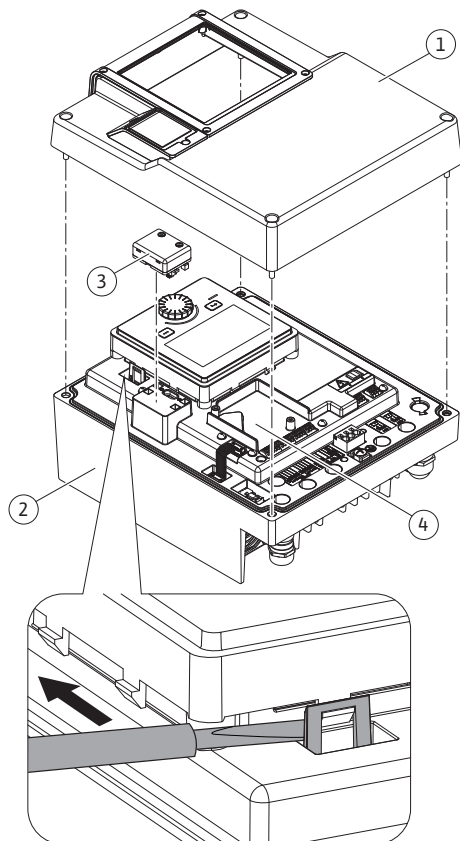
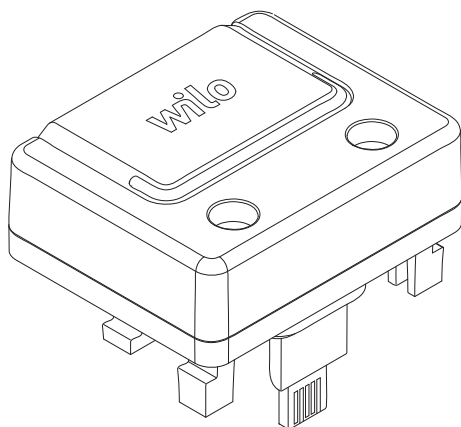

Fig. 26: Ηλεκτρονική μονάδα
Fig. 27: Wilo-Smart στοιχείο Connect BT
Η διεπαφή Bluetooth Wilo-Smart Connect module BT (Fig. 26, θέση 3 και Fig. 27) εξυπηρετεί στη σύνδεση σε φορητά τερματικά όπως smartphone και tablet. Στην εφαρμογή Wilo-Assistant App υπάρχει η λειτουργία Wilo-Smart Connect. Με τη λειτουργία Wilo-Smart Connect μπορείτε να χειριστείτε και να ρυθμίσετε την αντλία και να διαβάσετε τα στοιχεία αντλιών. Για τις ρυθμίσεις βλέπε κεφάλαιο "Εκκίνηση λειτουργίας" [► 52].
1. Ξεβιδώστε τέσσερις βίδες του επάνω τμήματος της ηλεκτρονικής μονάδας (Fig. 26, θέση 1 - Fig. I, θέση 2).
3. Τοποθετήστε το στοιχείο BT Wilo-Smart Connect στην προβλεπόμενη διεπαφή Wilo-Connectivity Interface. Βλέπε Fig. 26, θέση 3.
Τα στοιχεία CIF (παρελκόμενα) εξυπηρετούν την επικοινωνία μεταξύ αντλιών και συστήματος διαχείρισης κτιρίων. Τα στοιχεία CIF τοποθετούνται στην ηλεκτρονική μονάδα (Fig. 26, θέση 4)